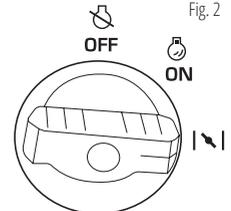

Fig. 2
4. Tournez l'interrupteur 3-en-1 sur la position «Volet d'air» (Fig. 2).
6. Tournez l'interrupteur 3-en-1 sur la position ON (Fig. 2).